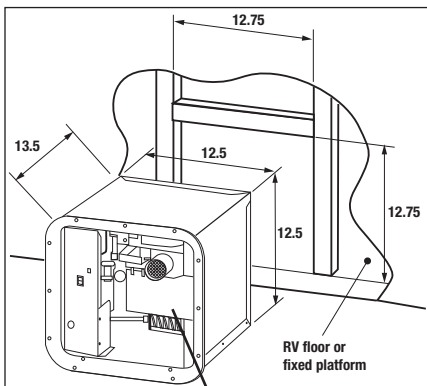

Figure 1
- **NE PAS** soulever ni transporter le chauffe-eau par le support-tuyau d'échappement de la soufflerie (Figure 1).
S'assurer que le rebord avant de l'ouverture est entouré d'un cadre solide pour bien fixer le chauffe-eau; au besoin, construire un cadre approprié à l'aide de planches de 2 po x 2 po (5 cm x 5 cm) (Figure 1).
- Le fait de soulever ou de déplacer le chauffe-eau à l'aide du support-tuyau d'échappement de la soufflerie (Figure 1) peut causer le désalignement de l'évent ou de l'interrupteur à ailette.